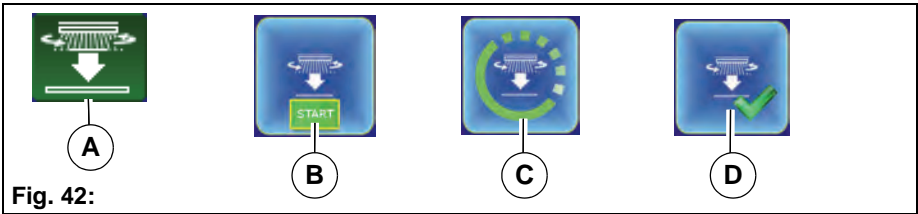

Fig. 42:
2. Med dreietrykkregulatoren velger du softkey *Løsne børster* **Fig. 42-A** og bekrefter. Handlingsvinduet **Fig. 42-B** åpner seg. Bekreft start med dreietrykkregulatoren. Forløpet begynner, og på multifunksjonsdisplayet vises symbolene **Fig. 42-C, D** etter hverandre. Først nå er forløpet avsluttet.